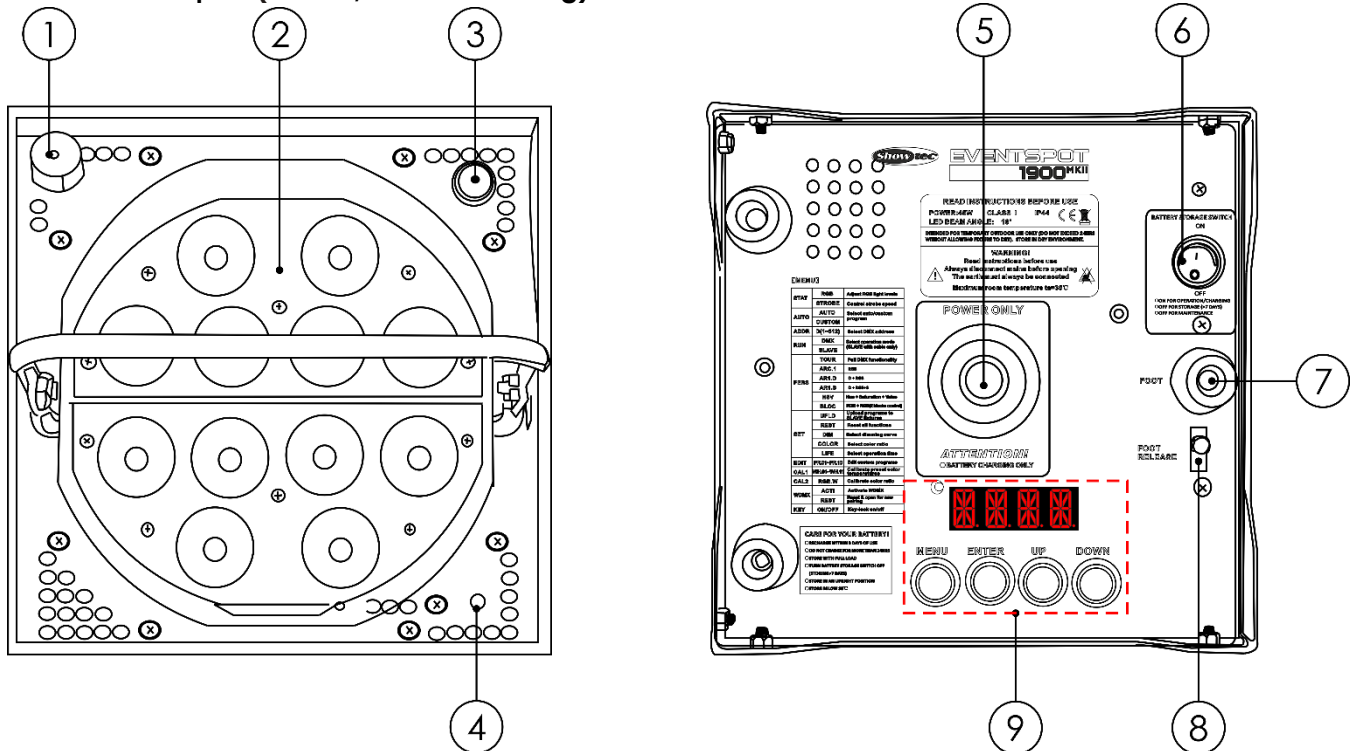

Abb. 03
- 02) Halten Sie den Netzschalter auf der Vorderseite gedrückt (siehe Abb. 03 **Nummer 3**), um das Gerät auszuschalten. Die rote Power-LED erlischt.
- 03) Achten Sie darauf, dass der Ein/Ausschalter (siehe Abb. 03 **Nummer 6**) auf der Unterseite des Eventspots eingeschaltet ist.
- 05) Während der Akku geladen wird, leuchtet die rote Lade-LED (siehe Abb. 03, **Nummer 4**).